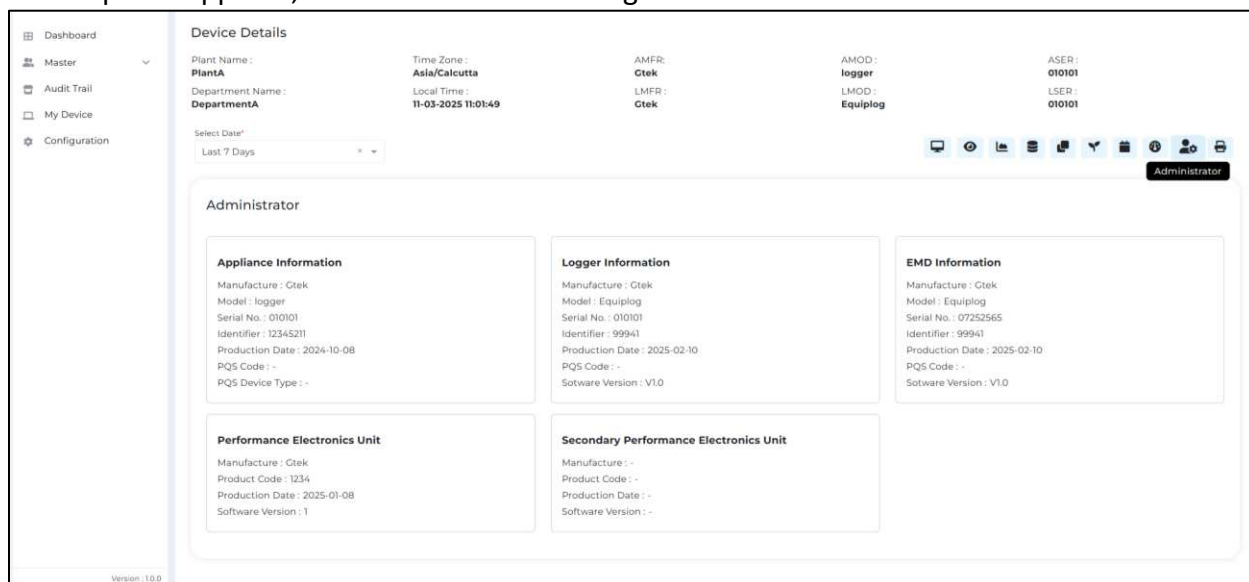

Figure 56 Tableau de bord des données d'administrateur pour le périphérique sélectionné
- Le tableau de bord des données de l'administrateur affiche les informations d'administration de l'appareil, de l'enregistreur, de l'EMD et de l'unité de compresseur pour l'appareil, comme illustré dans la figure 56.